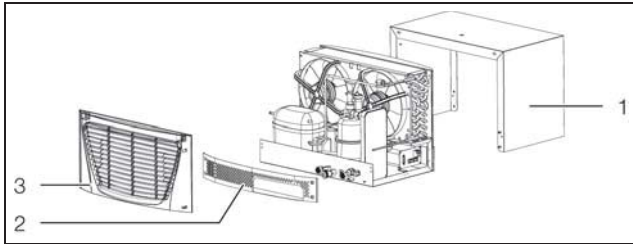

Fig. 40 : Préparation du raccordement SPS (3318.600, 3318.610, 3319.600, 3319.610)
- Ôter la grille à lamelles (fig. 40, pos. 3) de la partie arrière du refroidisseur d'eau.
- Démontez le plastron (fig. 40, pos. 2) et le carter (fig. 40, pos. 1).